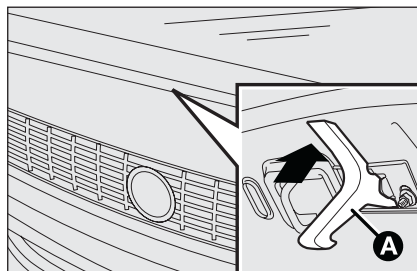

fig. 95
- actionner le levier **A-fig. 95** comme indiqué sur l'illustration;